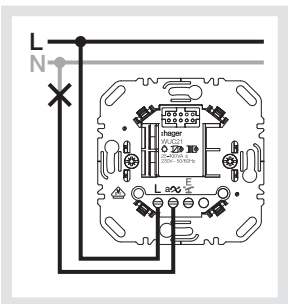

Bild 3: Schalteinsatz
- Schalteinsatz und optional Nebenstellen gemäß Anschlussplan (Bild 3 bis 6) anschließen.